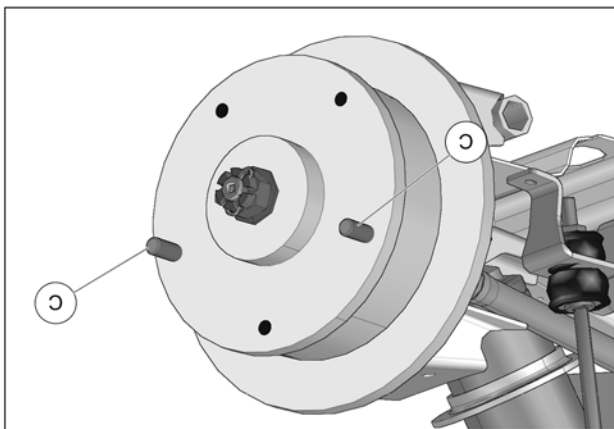
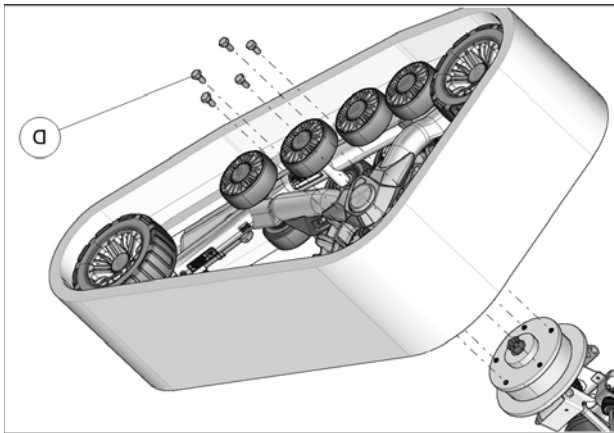

Fig. 9
Fig. 10
**ATTENTION:** Utiliser les deux goujons filetés (C) fournis afin de positionner le système correctement au moyen de roue. Voir la Fig. 9
9. Fixer le système de traction au moyen de roue arrière; utiliser les boulons de roue fournis (D) dans l'ensemble d'installation. Pour installer le système de traction, placer les deux goujons (C) amovibles fournis à 10 et 2 heures, glisser la chenille sur les goujons et visser trois boulons de roue sur le moyeu. Retirer les goujons amovibles et visser les deux derniers boulons. Voir la Fig. 9 et la Fig. 10